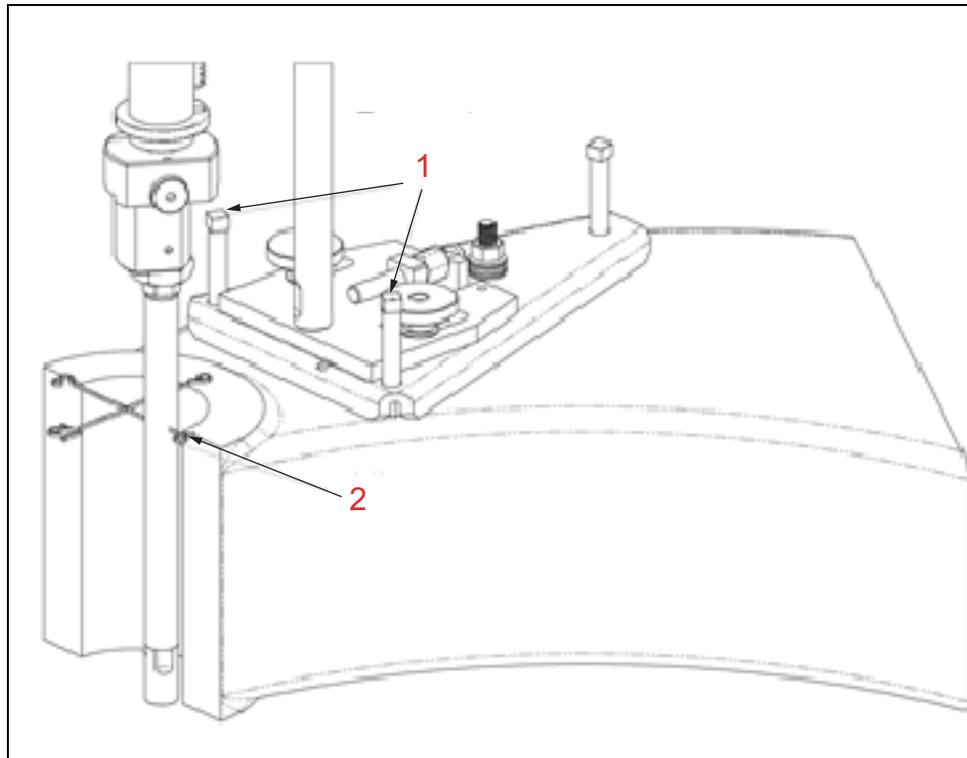

ABBILDUNG 3-5. AUSRICHTUNG AUF 9 UHR
4. Stellen Sie die vorderen Stellschrauben an der verstellbaren Basis (siehe Abbildung 3-5) bei Bedarf so ein, dass die Verlängerung parallel zur Bohrung verläuft.